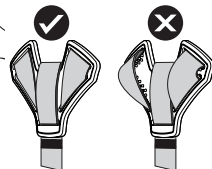

FIG. 2.2, FIG. 2.3
- Als uw helm van een verstelbare TriFix is voorzien, kunt u de positie van de banden ten opzichte van uw oor aanpassen voor een comfortabele pasvorm. Trek één band (Fig. 2.2 A) door de TriFix en verwijder vervolgens
de speling op de tegengestelde band (Fig. 2.2 B). Pas de banden aan totdat ze plat achter uw oren liggen. Doe hetzelfde aan de andere kant van de helm zodat beide zijden gelijk zijn.
- Voor helmen die met de kingesp worden vastgemaakt, trekt u de kinband door de gesp totdat deze stevig en comfortabel onder de kin zit, weg van het kaakbeen en achteruit tegen de keel. Breng de O-ring naar de juiste positie zodat het teveel aan band op zijn plaats wordt vastgehouden (Fig. 2.2 C).